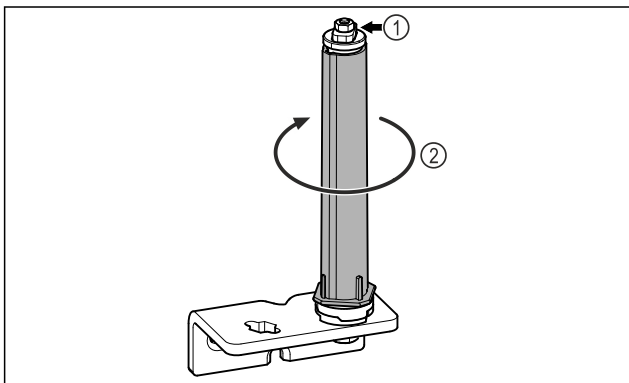

Fig. 23
- ▶ Не розбирати систему закриття дверей Fig. 23 (1).
- ▶ Повертати систему закриття Fig. 23 (2) до клацання.